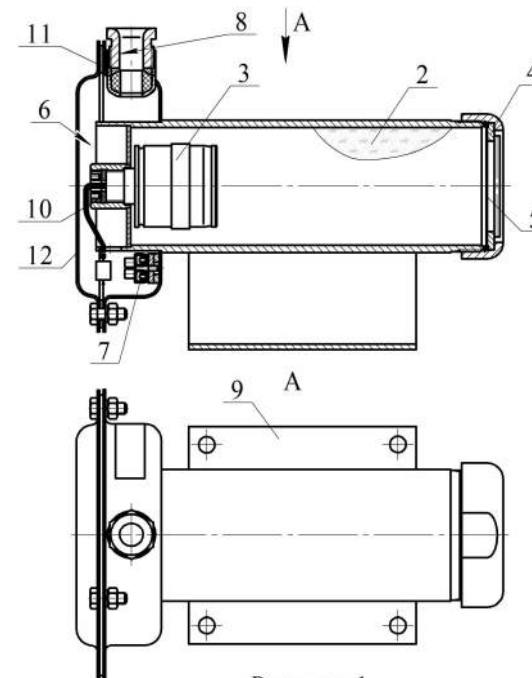

Рисунок 1
МПП (см. рисунок 1) состоит из корпуса **1**, в котором размещаются огнетушащий порошок (ОП) **2** и источник холодного газа (ИХГ) **3**. В передней части корпуса находится насадок-распылитель **4**, выходное отверстие которого перекрыто мембраной **5**.
3.3.2 В комплект поставки для перезарядки МПП входят (см. рисунок 1):
2.1.3 Через резиновую прокладку **11** (см. рисунок 1) на корпус МПП установить крышку **12** и закрепить соединение гайками.